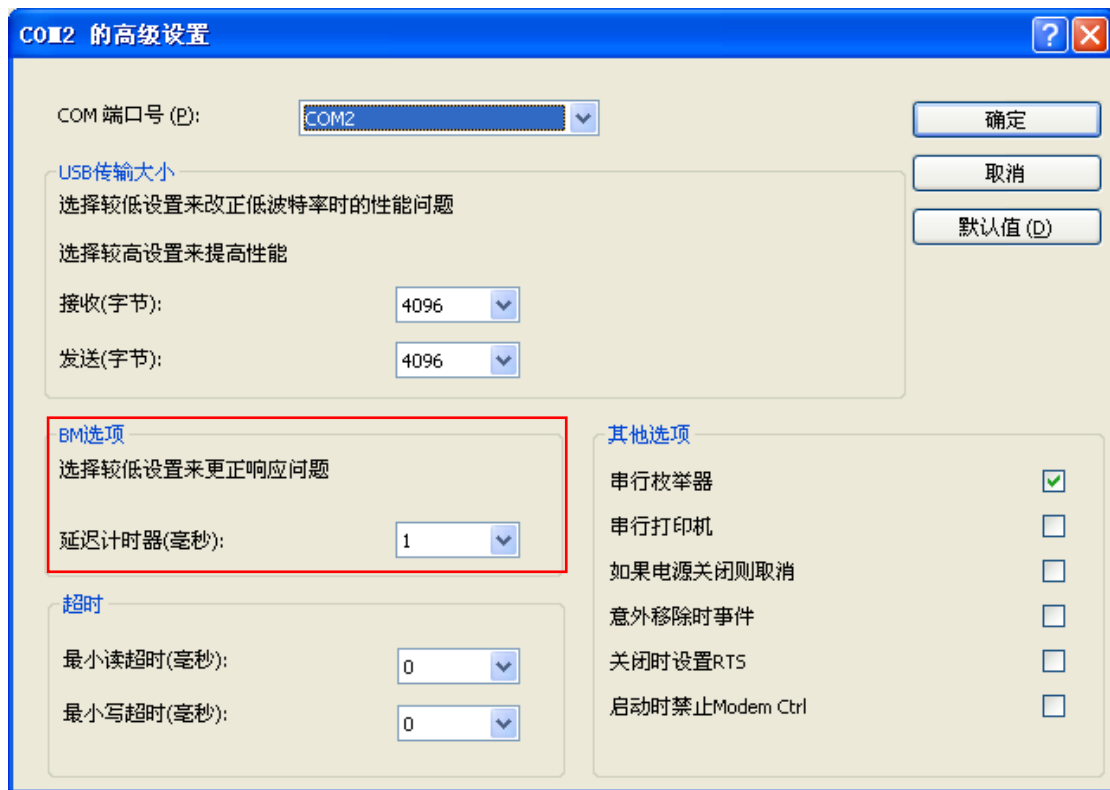

图 9. 选择 USB 通讯的延迟计时器时间
- 5) 在高级设置对话框中将“延迟计时器(毫秒)”的值设置为 1(其他内容可以忽略，即默认值即可)，如图 9 所示；